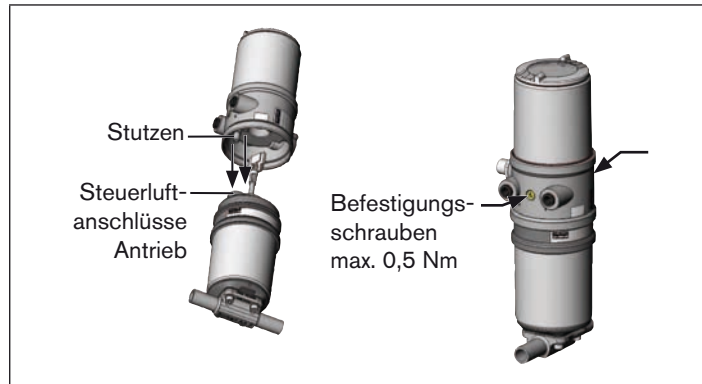

Bild 5: Montage Steuerkopf, Reihe 21xx
2. die Stutzen des Steuerkopfs in die Steuerluftanschlüsse des Antriebs (siehe „Bild 5“) hineinfinden.